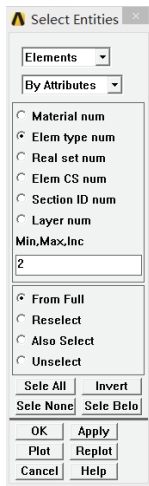

图 5-93 选择实体设置对话框
11) 选择 Utility Menu | Select | Entities 命令，出现 Select Entities 对话框，在第 1 个下拉菜单中选择 Elements，在第 2 个下拉菜单中选择 By Attributes，在第 3 栏中选择 Elem type num，在 Min,Max, Inc 输入栏中输入 2，在第 5 栏中选择 From Full，如图 5-93 所示，单击 OK 按钮关闭该对话框。